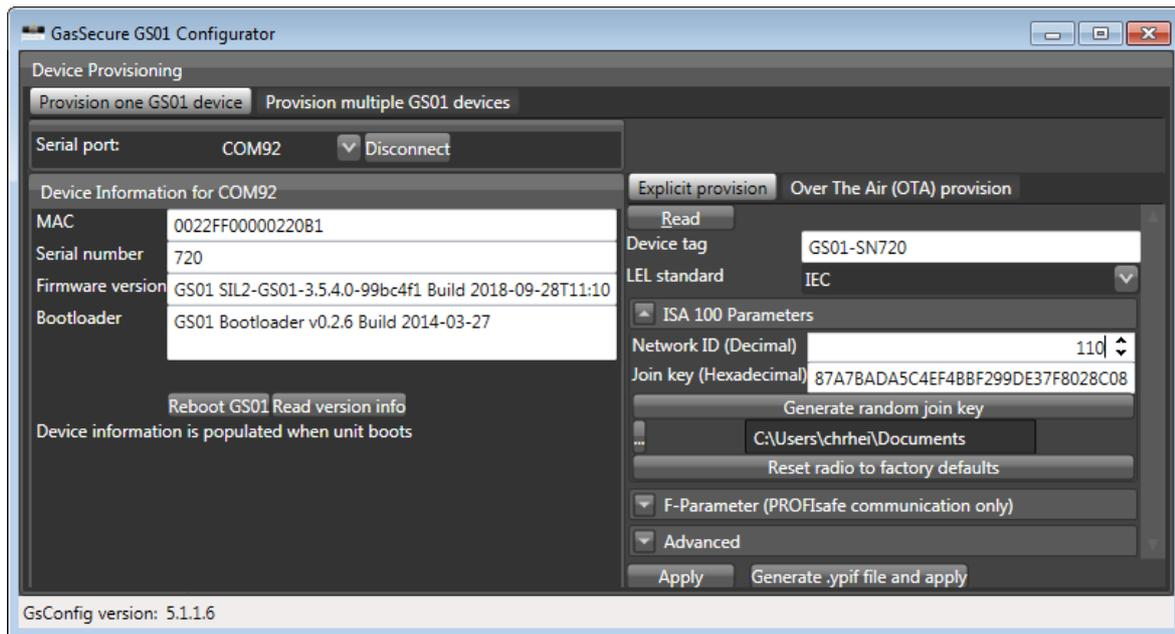

Abbildung 3-1: GS01 Configurator
- b) Den GS01 Configurator starten und den richtigen COM-Anschluss auswählen. Den Standardmodus „Provision one GS01 device“ beibehalten. Auf die Schaltfläche „Connect“ klicken. Die Geräteinformationen (siehe Abbildung 3-1) sollten angezeigt werden. Auf „Read version info“ klicken, wenn die Geräteinformationen nicht automatisch angezeigt werden. Durch Klicken auf die Schaltfläche „Read“ wird der aktuelle Bereitstellungsstatus des Geräts angezeigt. „Explicit provision“ beibehalten.
- c) Die Geräteerkennung⁵ und die erforderliche Netzwerk-ID in Dezimalformat⁶ eingeben, siehe Abbildung 3-1.
- b) Den GS01 Configurator starten und den richtigen COM-Anschluss auswählen. Den Standardmodus „Provision one GS01 device“ beibehalten. Auf die Schaltfläche „Connect“ klicken. Die Geräteinformationen (siehe Abbildung 3-1) sollten angezeigt werden. Auf „Read version info“ klicken, wenn die Geräteinformationen nicht automatisch angezeigt werden. Durch Klicken auf die Schaltfläche „Read“ wird der aktuelle Bereitstellungsstatus des Geräts angezeigt. „Over The Air (OTA) provision“ auswählen.